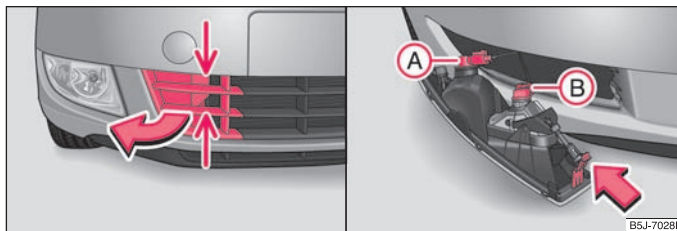

Abb. 166 Vorderer Stoßfänger: Schutzgitter / Ausbau des Nebelscheinwerfers
- Greifen Sie das Gitter an den mit Pfeilen gekennzeichneten Stellen ⇒ Seite 204, Abb. 166 links an und nehmen Sie es heraus.
- Führen Sie die Hand in die Öffnung, in der sich das Gitter befand und drücken Sie die Federfalle ⇒ Seite 204, Abb. 166 rechts.
- Drehen Sie den Stecker (A) mit der Lampe für Tagfahrlicht bzw. den Stecker (B) mit der Lampe des Nebelscheinwerfers bis zum Anschlag nach links und nehmen Sie ihn heraus.